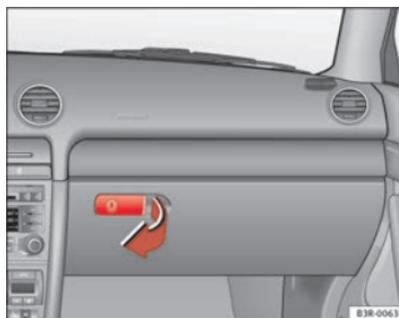

Fig. 127 Guantera
- Tire de la empuñadura de la tapa en la dirección de la flecha ⇒ fig. 127 y abra la tapa hacia abajo.